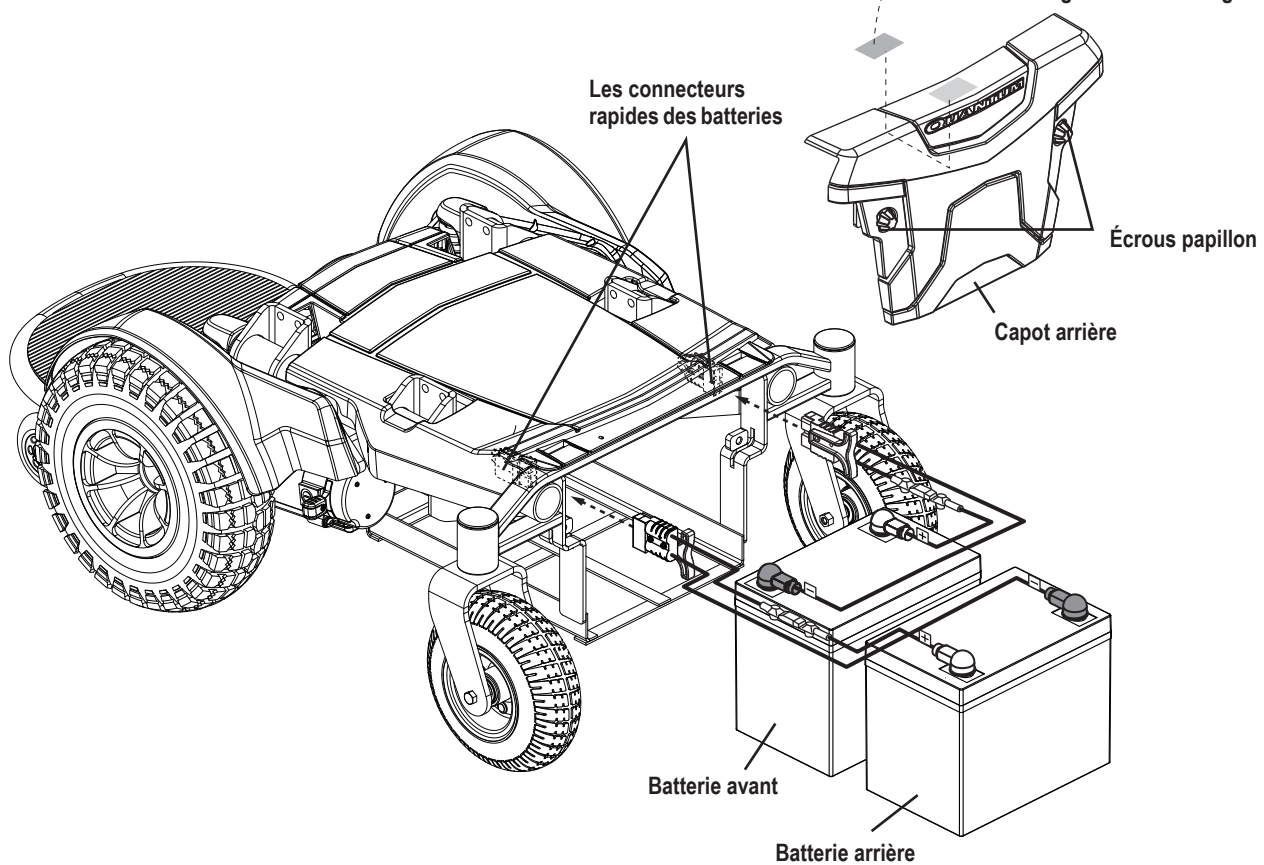

Figure 18. Installation des batteries
3. Desserrez les écrous papillon (**voir la figure 18**) pour retirer le capot arrière.
7. Installez le fil sur la batterie avant selon le diagramme de branchement. **Voir la figure 18.**
8. Installez le fil sur la batterie arrière selon le diagramme de branchement. **Voir la figure 18.**